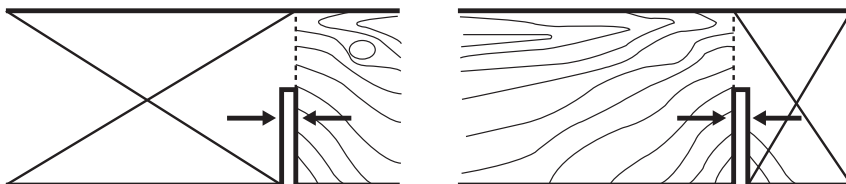

Fig. 12
- > Aveți în vedere canalul de tăiere când tăiați de-a lungul linilor marcate pentru tăiere. Nu tăiați direct pe linie ci lângă aceasta (Fig. 12).